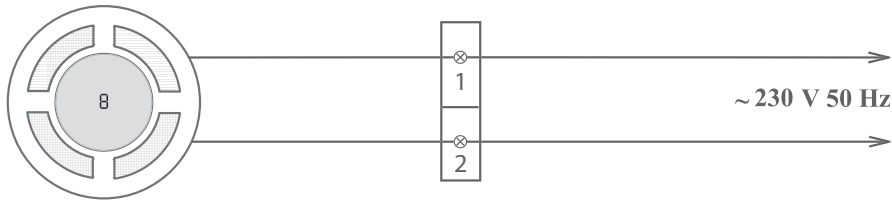

Fig.6. Conectarea recuperatorului la rețeaua electrică în cazul folosirii telecomenzii sau a aplicației mobile.
Conectarea sistemului de ventilație la rețeaua de alimentare este asigurată de cablul electric care iese din recuperator. Dacă rețeaua de alimentare nu este conectată la orificiul de montare „, cablul electric din schimbătorul de căldură trebuie să fie conectat la rețeaua electrică așa cum arată în fig.6. :
- Dacă a fost efectuată corect conectarea la rețeaua electrică (conform instrucțiunilor din fig.6);